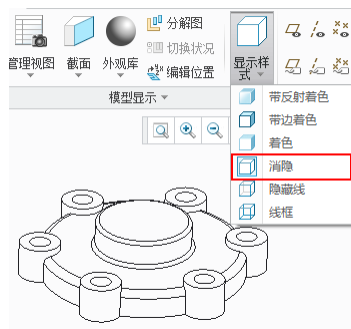

图 1-27 “消隐”样式
- 消隐：模型以线框形式显示，可见的边线显示为深颜色实线，不可见的边线不显示，效果如图 1-27 所示。